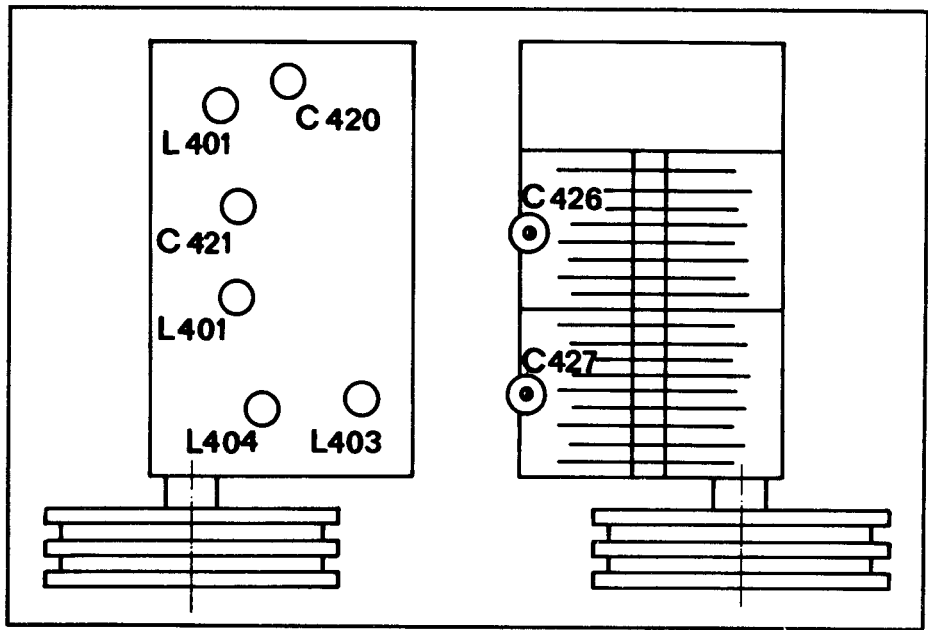

Abb. 4
drehen. Abgleich mit L 402 (s. Bild 4).
- Bild 4 Lageplan der Abgleichpunkte im UKW-Tuner